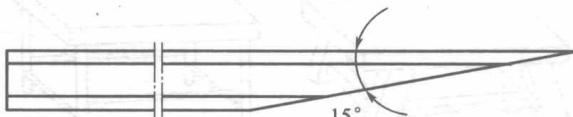

图 1-3 铁道砧
① 铁道砧。铁道砧是用轻型钢轨制成（如图 1-3 所示），长度应当在 1.5m 以上，如果工作需要也可更长一些，其长度没有严格限制。铁道砧的一端加工成 15° ，另一端为齐头。齐头一端翼板的一个侧面锉成 80° ，这一段的长度约为 400mm。